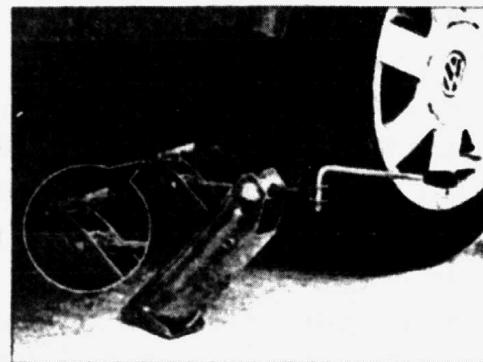

图 1-4 汽车起重器的安装
(5) 把汽车起重器安装到汽车上,图 1-4 所示给出了在右侧安装好的汽车起重器位置。因为汽车起重器下面柔软的支撑地面可能导致汽车从汽车起重器上滑落下来,因此把汽车起重器放置在坚固的支撑地面上。如果有必要的话,使用一个大面积的稳定的底盘。